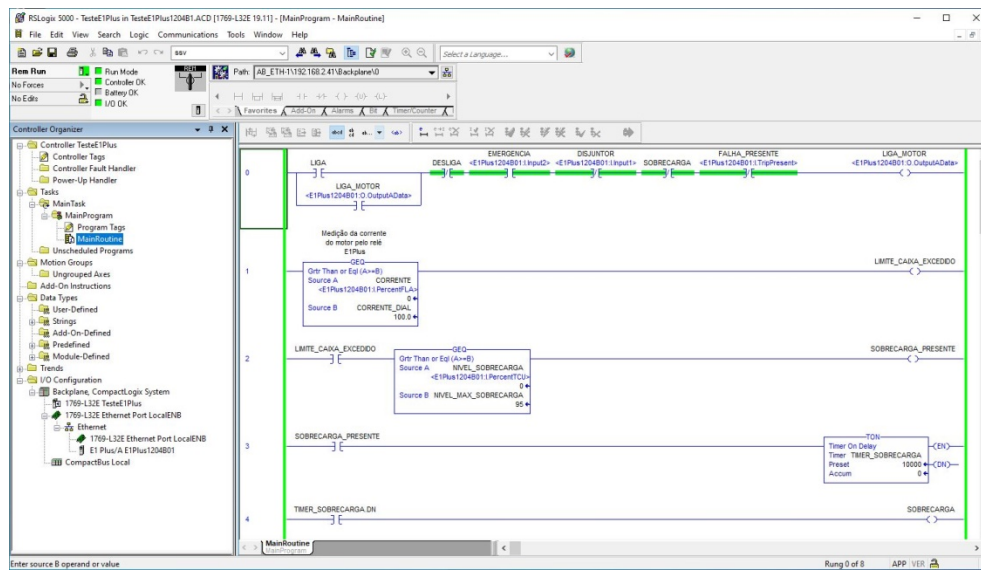

Figura 8 – Programa de teste do relé eletrônico de sobrecarga E1 Plus E1 Plus
1.4. Clique em *MainProgram* → *MainRoutine* para visualizar o programa e estude-o atentamente (figura 8). **Atenção: Não faça nenhuma alteração neste programa.**